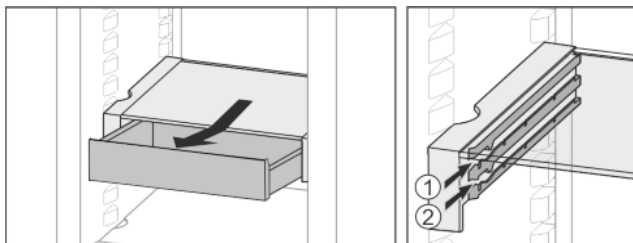

Fig. 20
- ▶ На любой высоте *Fig. 20 (1)* или *Fig. 20 (2)* вставить.